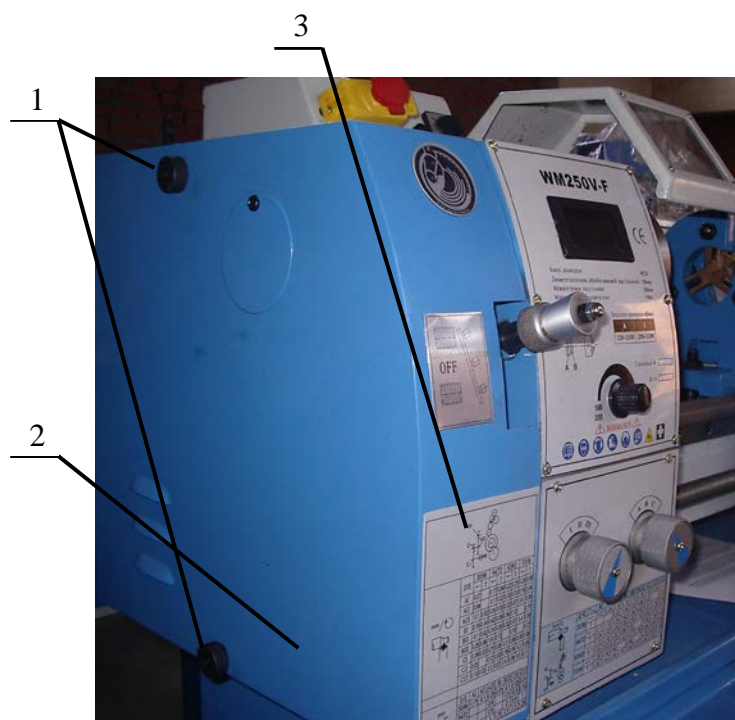

Рисунок 13
- Отвинтите две гайки 1 (рисунок 13) и снимите защитный кожух 2 (рисунок 13).
Используйте таблицу резьб и подач 3 (рисунок 13), имеющуюся на станке, для выбора подачи или шага резьбы. Подберите передаточные зубчатые колеса в последовательности, необходимой для получения нужной подачи или шага резьбы, если имеющаяся регулировка не соответствует требуемой.
- Сверните две гайки 1 (рисунок 13) и снимите защитный кожух 2 (рисунок 13).